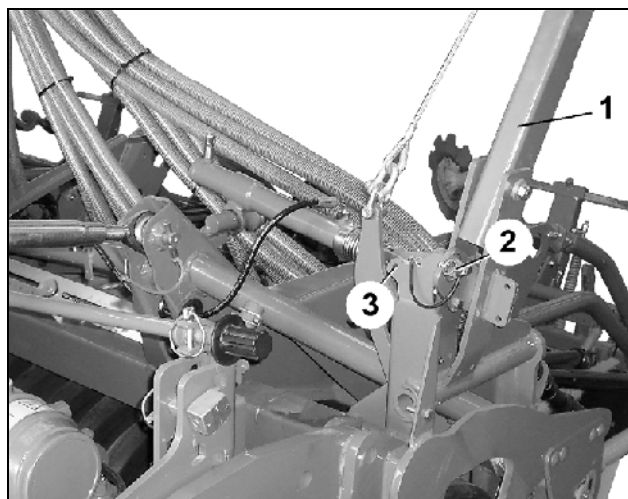

Fig. 111
- Sostener el brazo de extensión del trazador de huella (Fig. 111/1) y quitar el pasador clavija (Fig. 111/2) (necesario para el transporte).
- Enchufar el pasador clavija en la lengüeta (Fig. 111/3) mientras no se necesite.
Luego de quitar el pasador clavija (Fig. 111/2) el brazo de extensión del trazador de huella se inclina ligeramente hacia un lado.